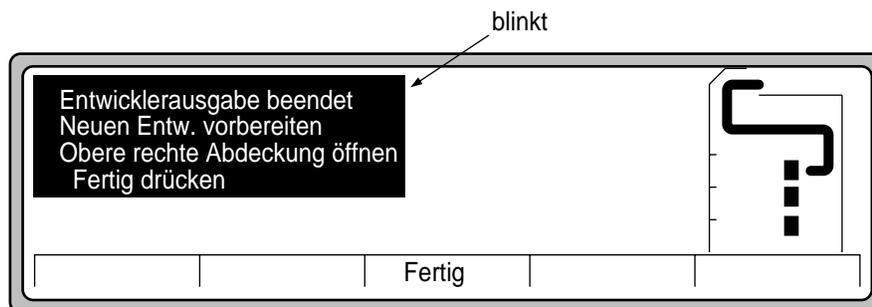

Abbildung A-7 Entwickler vollständig abgelassen
6. Nach 45 Sekunden erscheint die in Abbildung A-7 dargestellte Anzeige.